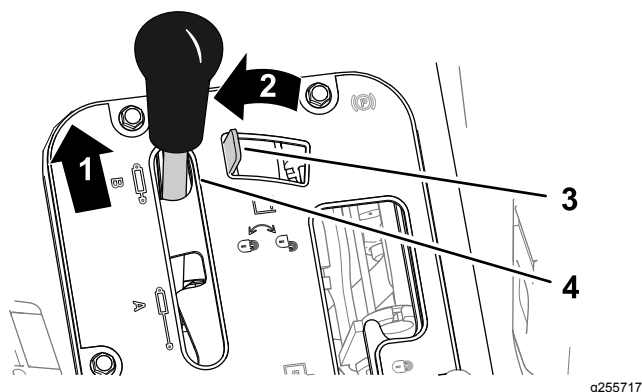
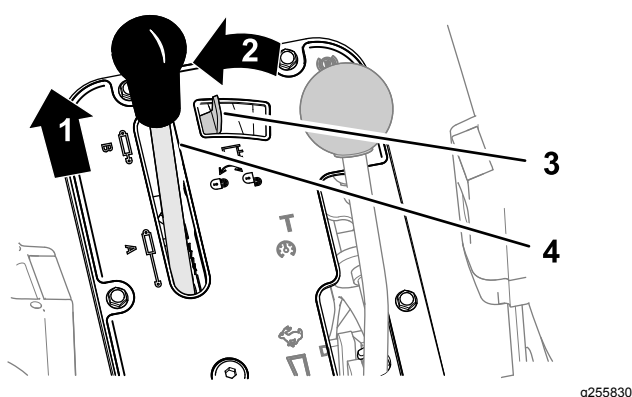

Figura 83
Figura 84
1. Empurre a alavanca de elevação hidráulica para a frente (Figura 83 ou Figura 84).
2. Mova o bloqueio da elevação hidráulica para a esquerda para engatar o bloqueio (Figura 83 ou Figura 84).